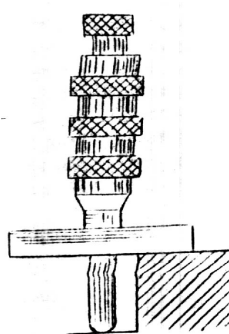

Рисунок 8
- микрометрический глубиномер (рис.8);